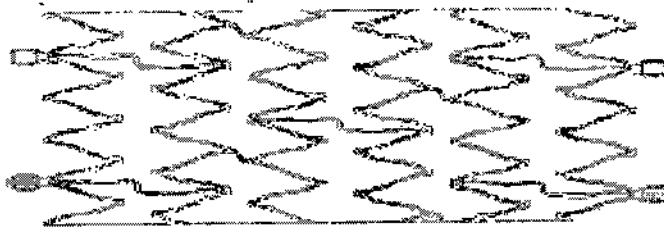

Figura 1
- Un stent autoexpansible implantable hecho de una aleación de níquel y titanio (nitinol), como se muestra en la Figura 1. El stent es una prótesis flexible que consta de una malla tubular delgada con un diseño helicoidal, que alcanza su diámetro máximo tras desplegarse en el vaso intervenido. El stent desplegado aplica una fuerza radial hacia el exterior en la superficie luminal del vaso para establecer la permeabilidad requerida.